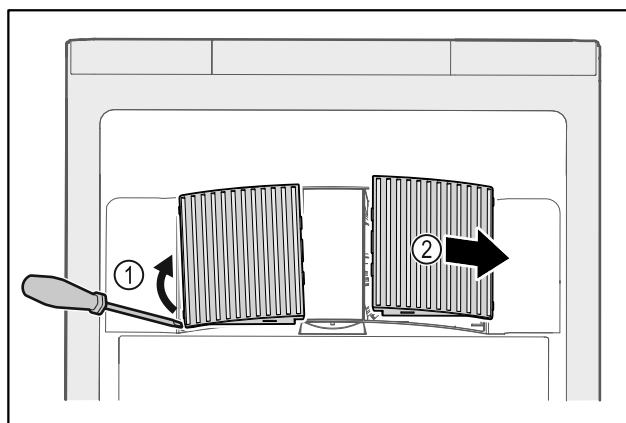

Fig. 234
- ▶ Lirk forsigtigt ventilatorafdækningerne ud fra siden Fig. 234 (1), og tag dem af forfra Fig. 234 (2).